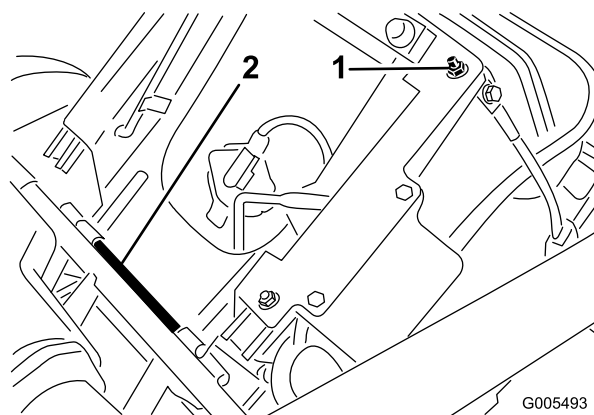

Figura 5
1. Togliete il dado di bloccaggio (Figura 5) e la staffa del sedile (prevista per la spedizione) fissati con la vite di regolazione destra posteriore del sedile e gettateli. La staffa non è illustrata.
2. Togliete la coppiglia e l'asta orientabile di fissaggio del sedile (posizione di spedizione). Togliete il sedile (Figura 5). Gettate la coppiglia.